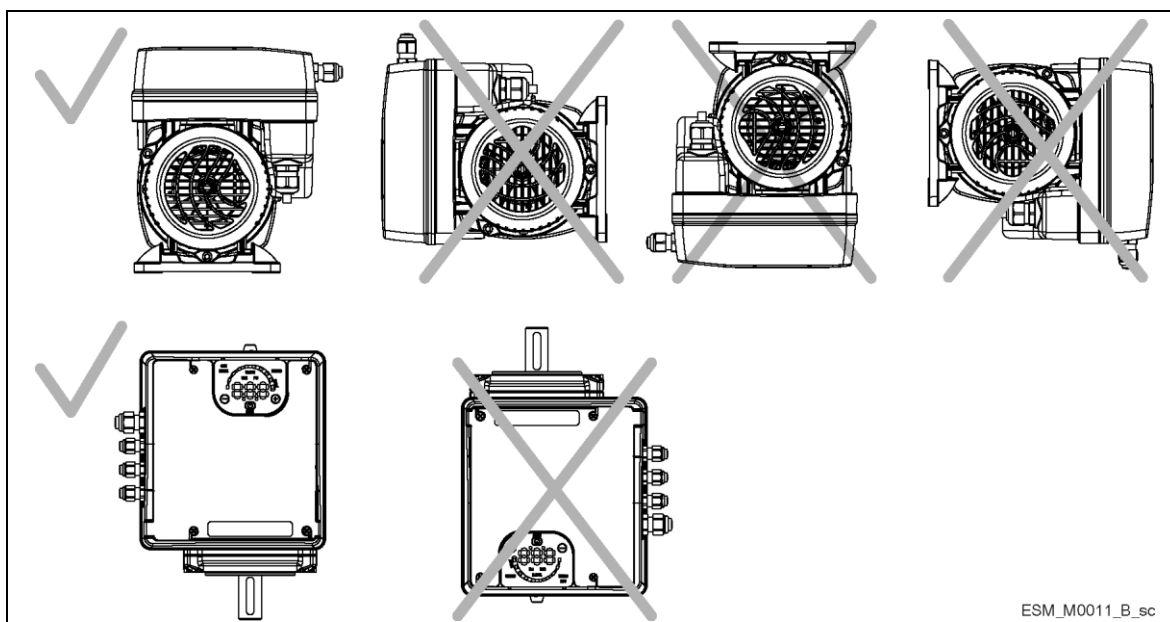

Рисунок 7: Допустимые положения
- Расположите агрегат, как показано на рис. 7.